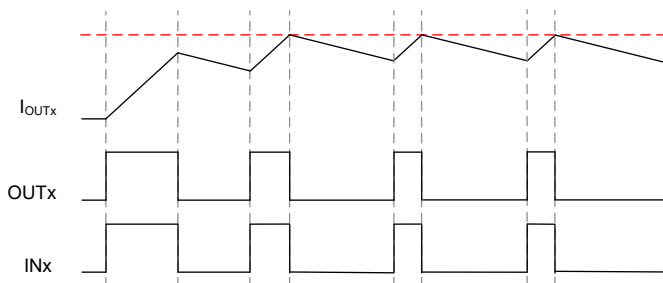
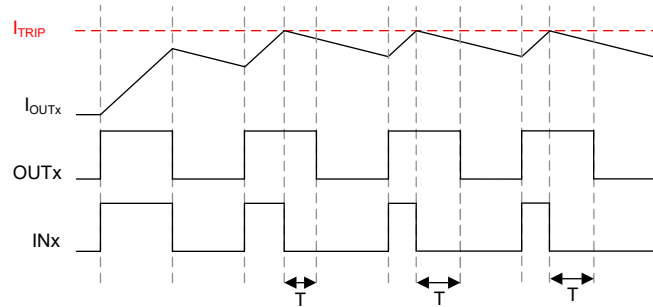

图 7-5. 电感负载接地，逐周期控制
图 7-6. 电感负载接地，逐周期控制
- 也可以使用逐周期方法来控制负载。当  $INx = 1$  时，流经该负载的电流将增加；当  $INx = 0$  时，流经该负载的电流将衰减。通过适当选择  $INx$  脉冲的占空比，可以将电流调节到目标值。图 7-5 和图 7-6 显示了上述情况。